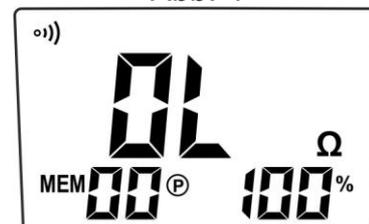

Abb. 5
4. Nachdem der Einschaltvorgang abgeschlossen ist, wird unter normalen Betriebsbedingungen die Bildschirmseite in der Abb. 5 angezeigt, zusammen mit einem anhaltenden Ton.